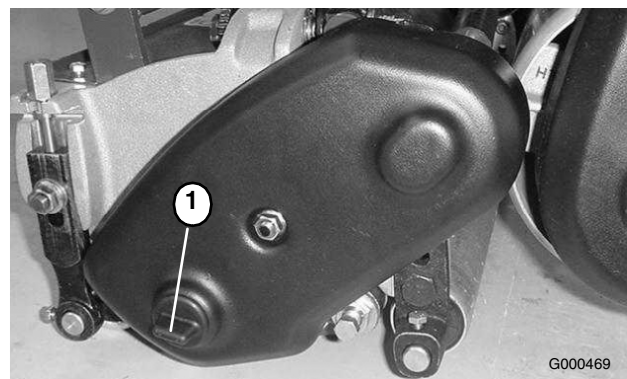

Figure 56
- Retirez le bouchon du couvercle de l'entraînement du cylindre du côté gauche de l'ensemble cylindre (Figure 56)